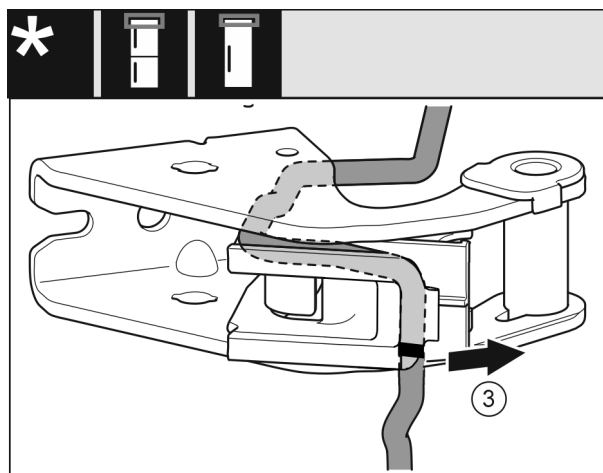

Fig. 27
- Desmontar el cable y su soporte del soporte de apoyo. Fig. 27 (3)